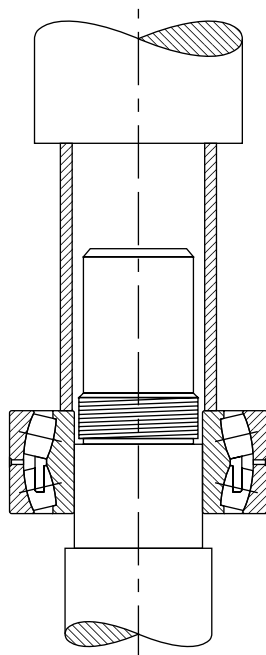

Fig. 17. Metoda cu presă cilindrică
- O metodă alternativă de montare, folosită în general la rulmenții de dimensiuni mai mici, este prin presarea rulmentului pe arbore sau în carcasă. Aceasta se poate realiza folosind o presă și un dorn tubular conform fig. 17.